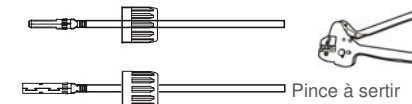

Figure 5.14 Sertissez la broche de contact sur le fil
3. Sertissez la broche de contact sur le fil à l'aide d'une pince à sertir appropriée (voir la figure 5.14)